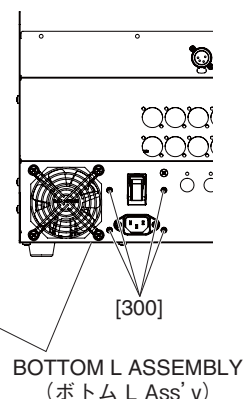

Fig. 8 (図8)
- A-12-5 Remove the four (4) screws marked [300] and screw marked [310]. The AC L assembly can then be removed. (Fig. 8)
- * **When installing the AC L assembly, take note of the orientation of the direction of the earth line. (Fig. 8)**
- A-12-5 [300] のネジ 4 本と [310] のネジ 1 本を外して、AC L Ass'y を外します。(図 8)
- ※ AC L Ass'y を取り付ける際は、アース線の向きに注意してください。(図 8)
- A-13-6 Remove the two (2) screws marked [440]. The DA angle L can then be removed. (Fig. 8)
* **When installing the DA angle L, tighten the screws ①, ② shown in fig. 8 in numerical order.**
- A-13-7 Remove the ten (10) screws marked [200]. The DCM circuit board can then be removed. (Fig. 8)
* **When installing the DCM circuit board, tighten the screws A to B shown in fig. 8 in numerical order and then tighten the other screws.**
- A-13-6 [440] のネジ 2 本を外して、DA アングル L を外します。(図 8)
※ DA アングル L を取り付ける際は、図 8 に示す ①、② の順にネジを締めてください。
- A-13-7 [200] のネジ 10 本を外して、DCM シートを外します。(図 8)
※ DCM シートを取り付ける際は、図 8 に示す A → B の順にネジを締めてから他のネジを締めてください。